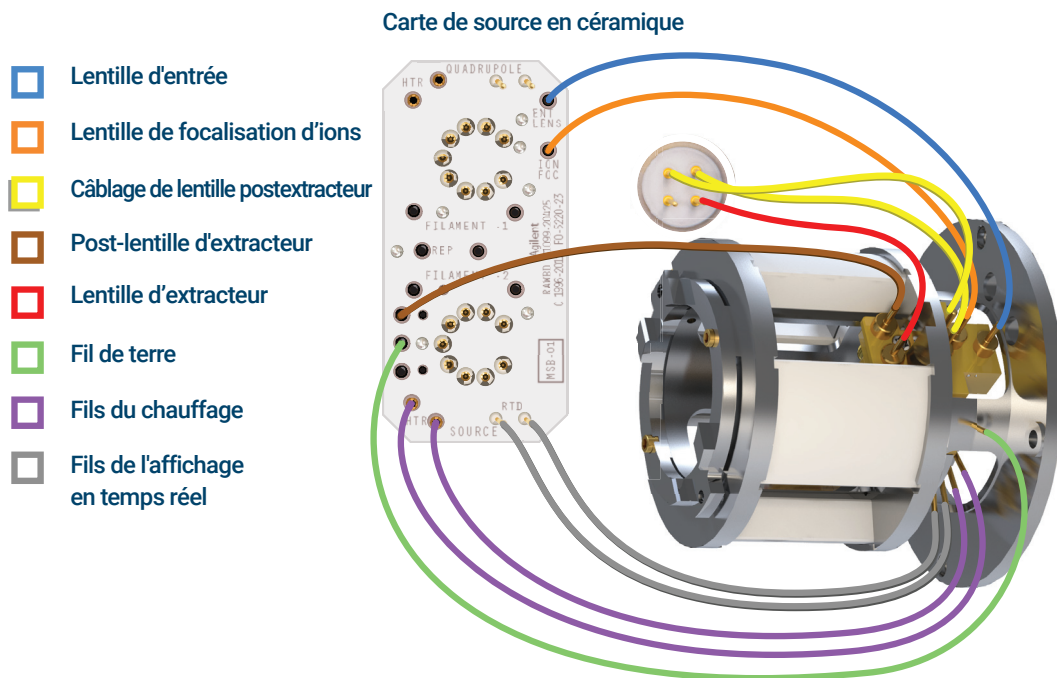

Figure 78. Fil de l'échangeur de chaleur de la source HES 2.0
- 1 Utiliser des brucelles ou des pinces à bec effilé pour brancher ou débrancher le fil vert de terre et les cinq fils de lentille de l'échangeur de chaleur. Ne pas plier les fils plus que nécessaire. (Voir **Figure 78.**)